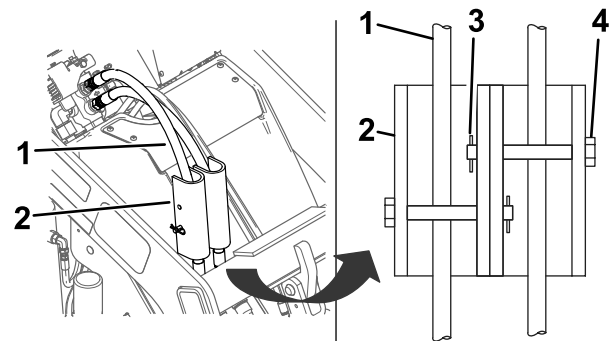

Figure 26
7. Montez les dispositifs de blocage sur les flexibles hydrauliques, et fixez-les en position à l'aide des axes de chape et des goupilles fendues (Figure 26).